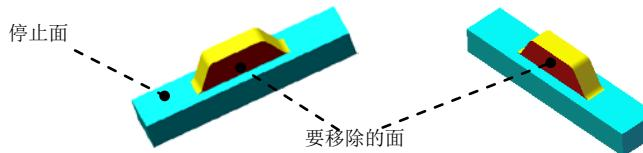

图 15.3.14 成形工具 3
(4) 定义圆角的半径。在 **圆角项目(U)** 区域的 **文本框** 中输入圆角半径值 0.5，选中 **切线延伸(G)** 复选框。
(5) 单击  按钮，完成圆角 1 的创建。
Step5. 创建图 15.3.14 所示的零件特征——成形工具 3。
(1) 选择命令。选择下拉菜单 **插入(I)** → **钣金(B)** → **成形工具** 命令。
(2) 定义成形工具属性。
① 定义停止面属性。激活“成形工具”对话框的 **停止面** 区域，选取图 15.3.14 所示的模型表面为停止面。
② 定义移除面属性。激活“成形工具”对话框的 **要移除的面** 区域，选取图 15.3.14 所示的模型表面为要移除的面。
(3) 单击 按钮，完成成形工具 3 的创建。